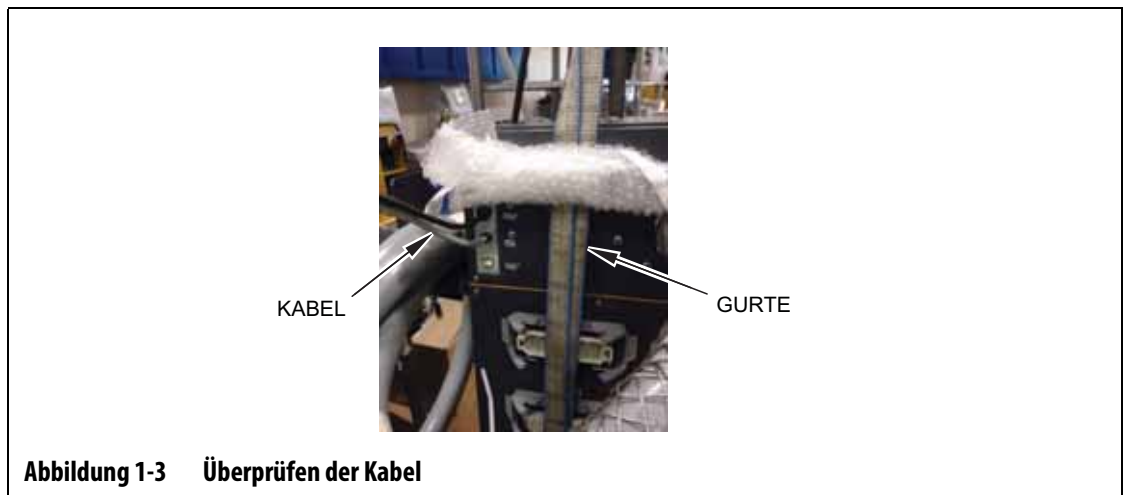

Abbildung 1-1 Befestigung von Gurten an der Hebevorrichtung
2. Führen Sie die Gurte nach oben und über den Altanium-Regler und befestigen Sie sie an der Hebevorrichtung. Siehe Abbildung 1-1.